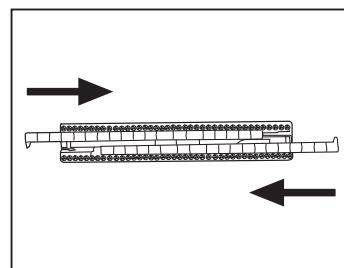

Fig. 9
Para a montagem do suporte com cerdas para alcatifas e tapetes (26), inserir nas guias apropriadas as escovas rígidas com as linguetas dirigidas para dentro (**Fig. 9**).